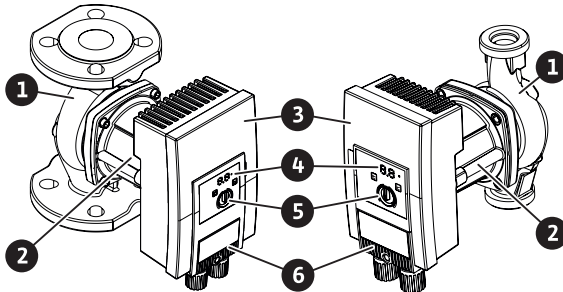

Fig. 1: Prezentarea generală a pompei
- Dacă este necesar, folosiți echipament de ridicare cu capacitate portantă suficientă (Fig. 1).
Pe carcasa motorului se află un modul de reglare (Fig. 1, poz. 3) care reglează pompa și pune la dispoziție o interfață SSM. În funcție de utilizarea sau funcția de reglare aleasă, se reglează turația sau presiunea diferențială. La toate funcțiile de reglare a presiunii diferențiale, pompa se adaptează continuu la necesarul de putere al instalației.